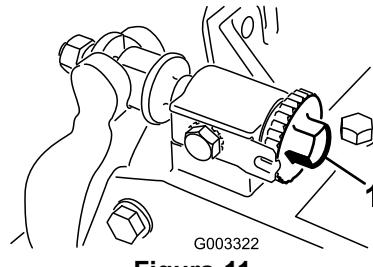
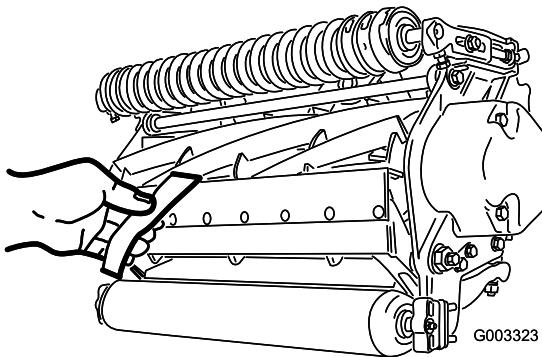

Figura 11
Figura 12
1. Coloque la máquina en una superficie de trabajo plana y nivelada. Asegúrese de eliminar el contacto con el molinete girando los tornillos de ajuste de la barra de asiento en el sentido contrario a las agujas del reloj (Figura 11).
**Importante:** Asegúrese de que las tuercas de los extremos de los tornillos de ajuste de la barra de asiento no están apoyadas en la superficie de trabajo (Figura 11).
3. En un extremo del molinete, inserte una tira de papel de periódico entre el molinete y la contracuchilla (Figura 12). Mientras gira el molinete lentamente hacia adelante, gire en el sentido de las agujas del reloj el tornillo de ajuste de la barra de asiento (Figura 11) en el mismo extremo del molinete, un clic a la vez, hasta que el papel quede ligeramente aprisionado cuando se inserta desde delante, paralelo a la contracuchilla. Se notará una ligera resistencia al tirar del papel.
5. Cuando termine el ajuste, compruebe si el molinete 'pellizca' un papel cuando se inserta desde delante, y si corta el papel cuando se inserta perpendicular a la contracuchilla (Figura 12). Debe ser posible cortar el papel con un contacto mínimo entre la contracuchilla y las cuchillas del molinete. Si se nota una resistencia excesiva del molinete, será necesario afilar o amolar la unidad de corte para conseguir los filos necesarios para un corte de precisión (consulte el Manual de afilado de molinetes de Toro (Sharpening Reel and Rotary Mowers, Impreso N° 80-300PT)).